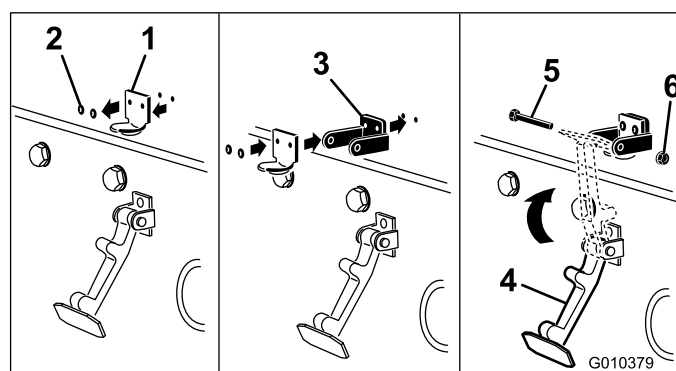

Figura 4
2. Retire os (2) rebites que prendem o suporte do trinco do capot ao capot (Figura 4). Retire o suporte do trinco do capot do capot.
3. Ao alinhar os furos de montagem, posicione o suporte do trinco CE e o suporte do trinco do capot no capot. O suporte do trinco tem de estar contra o capot (Figura 4).
5. Prenda o trinco do capot ao suporte do trinco do capot (Figura 4).
6. Insira um parafuso (1/4 x 1-1/2 pol.) através do suporte do trinco do capot e prenda com uma porca de freio (Figura 4).